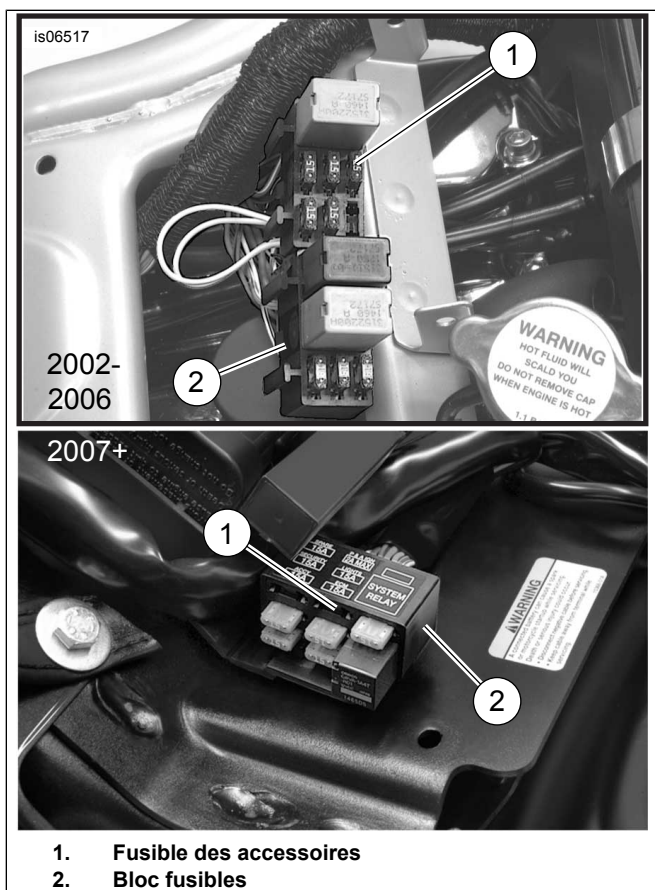

Figure 15. Emplacements des fusibles des accessoires (modèles V-Rod)
1. Voir Figure 15. Couper avec soin pour l'ouvrir une partie de la gaine du faisceau principal près du bloc fusibles (2) en un point accessible et couper le fil orangé/blanc du faisceau principal conduisant à la cavité de fusible (1) marquée :